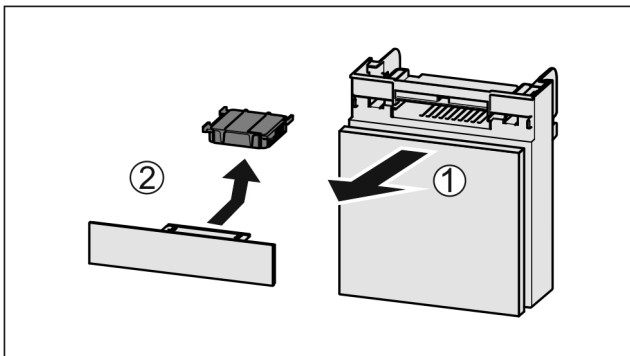

Fig. 134
- ▶ Lade vanaf de voorkant eruit trekken Fig. 134 (1).
- ▶ Actiefkoolfilter verwijderen Fig. 134 (2).